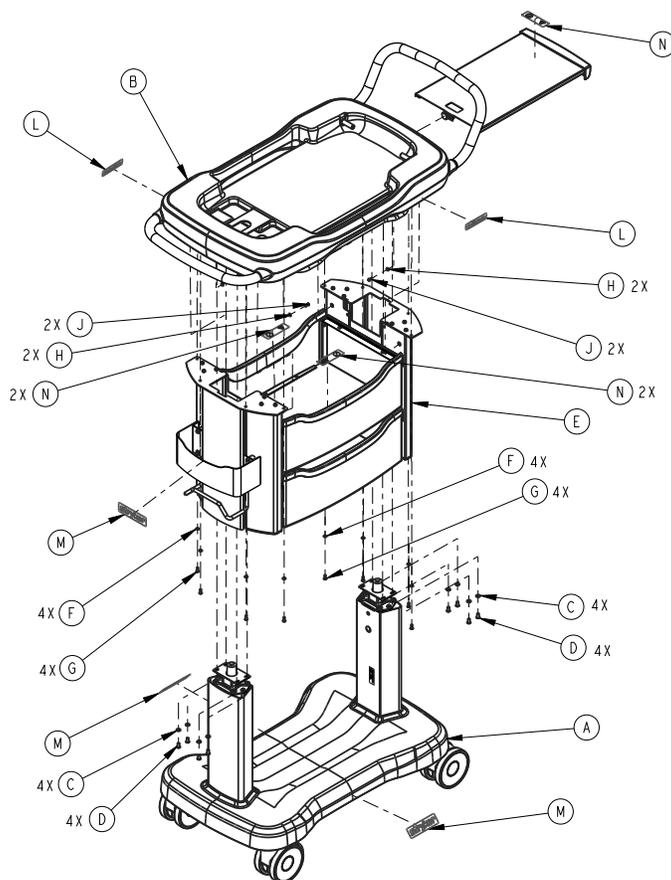

Figure 5 – Ensemble de colonne et tiroir
2. À l'aide d'une clé Torx T15, retirer les quatre vis (J) et les rondelles (H) qui fixent les colonnes aux supports de fixation (Figure 5). Conserver les vis et les rondelles.